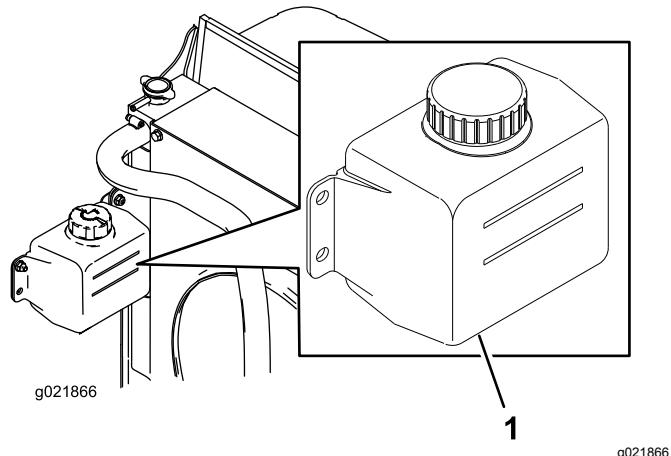

Figura 12
- Controllate il livello di refrigerante nel serbatoio di espansione (Figura 12).